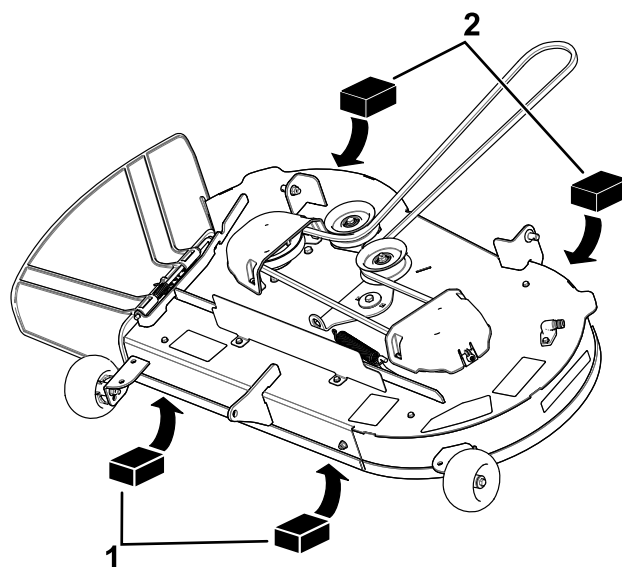
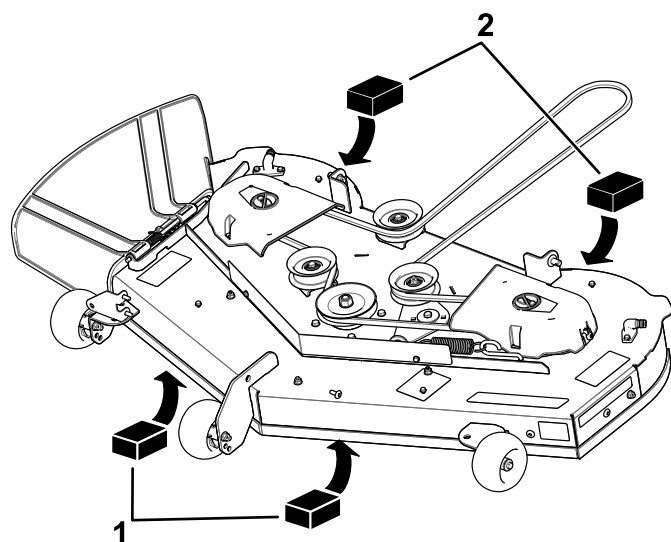

Figure 65
Figure 66
4. Placez deux cales de 6,6 cm (2 $\frac{5}{8}$ po) d'épaisseur chacune sous chaque côté du bord avant du tablier de coupe, mais pas sous les supports des galets anti-scalp (Figure 65 ou Figure 66).
5. Placez deux cales de 7,3 cm (2 $\frac{7}{8}$ po) d'épaisseur chacune sous le bord arrière de la jupe du tablier de coupe, une de chaque côté (Figure 65 ou Figure 66).